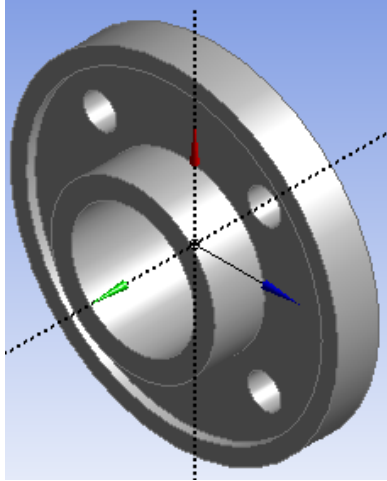

Рис. 1. Загальний вигляд диску
**Тема роботи:** Моделювання напружено-деформованого стану диска в полі відцентрових сил. Моделювання геометрії симетричних деталей. Використання типу аналізу *Static Structural* – аналізу статичної міцності в *Ansys-Workbench*. Загальний вигляд моделі та вихідні дані представлені на рис. 1, 2. Розглянути варіанти з центральним та без центрального отворів.